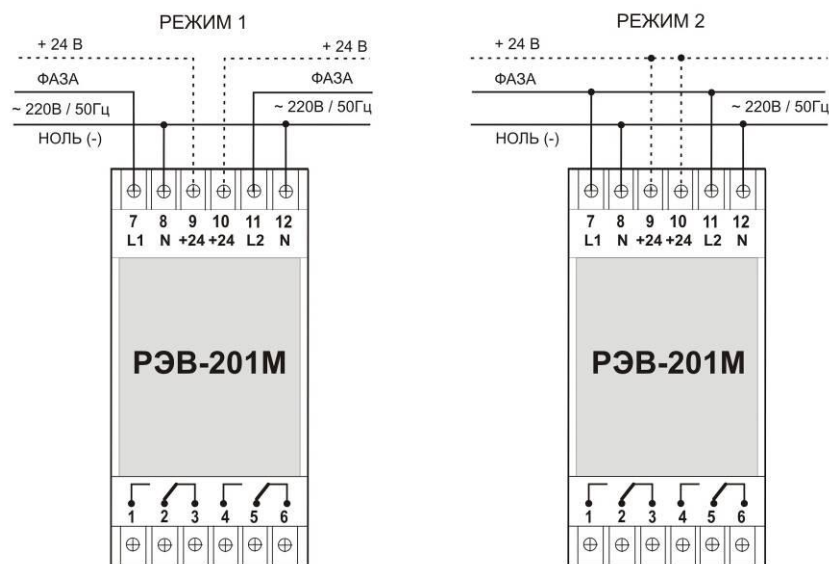

Рисунок 7 – подключение реле в зависимости от режима работы
2.1.3 Подключить реле согласно рис.7 в соответствии с выбранным режимом работы (см. п.1.1).